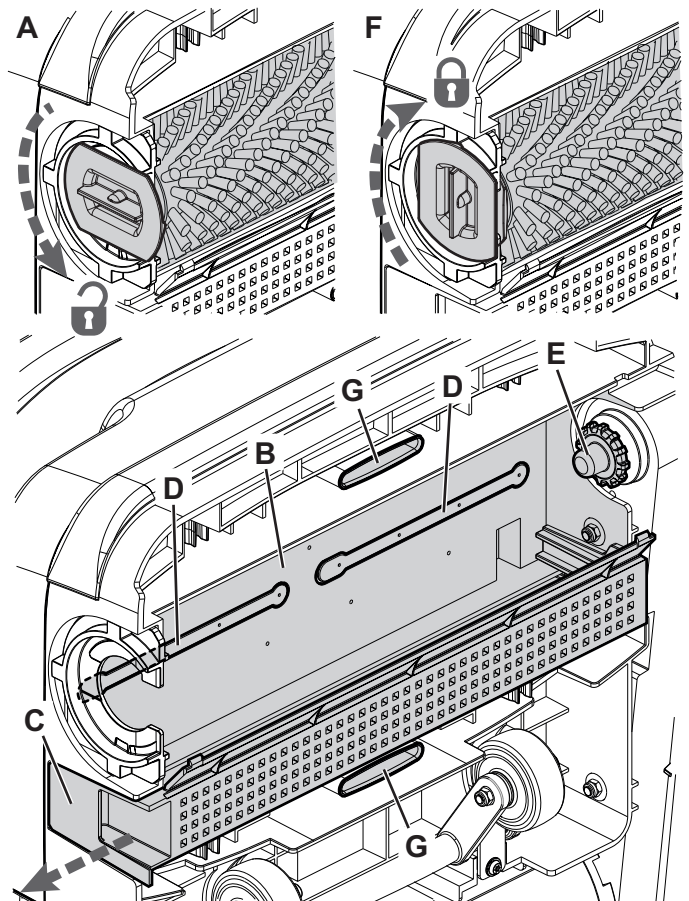

Рис. 10
6. Перед установкой планок швабр тщательно очистите трубопроводы отработанной воды (G, Рис. 10).
7. Установите на место планки швабры (20) и убедитесь, что они надежно закреплены.
1. Поверните рычаг (А, Рис. 10) против часовой стрелки и снимите щетку.
2. Очистите и вымойте цилиндрическую щетку (18) водой с моющим средством.
6. Разберите раздатчики раствора (D) и очистите их водой с моющим средством, затем ополосните и установите обратно в соответствующие пазы.
7. Установите цилиндрическую щетку (18) обратно на приводную ступицу (Е) и приведите ее в зацепление, повернув рычаг (F) по часовой стрелке.